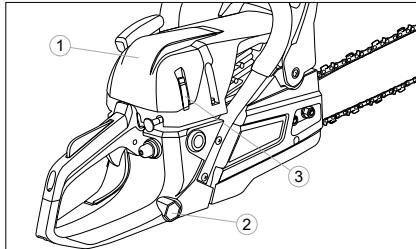

Fig. 24
1. Îndepărtați carcasa filtrului de aer (Fig.24) descheind clichetele 3. Folosiți șurubelnita din dotare 2.